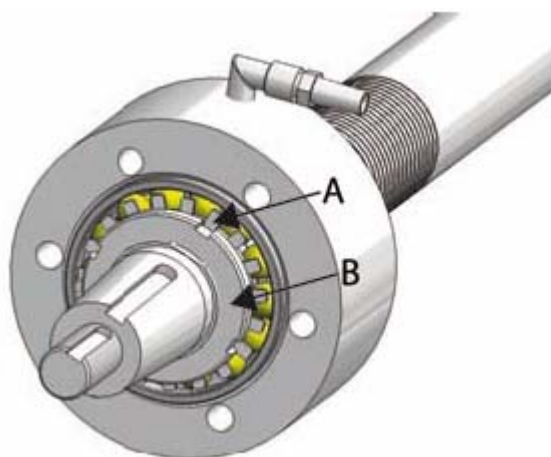

Figura 8. Rimozione della piastra di sicurezza
8. Ruotare la piastra di sicurezza (figura 8, punto A) e svitare il dado (figura 8, punto B).